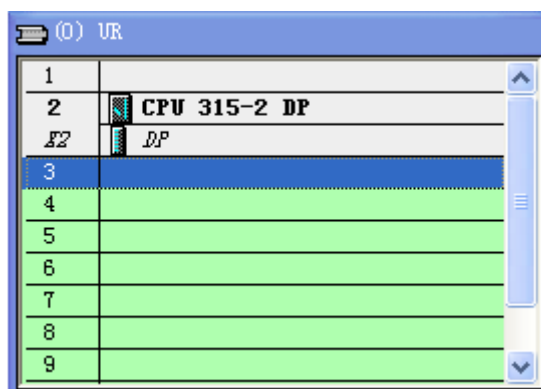

图 1.1.7
(7)、点击 OK 后，在支架上就会出现一个 CPU 设备了，如图 1.1.7 所示。